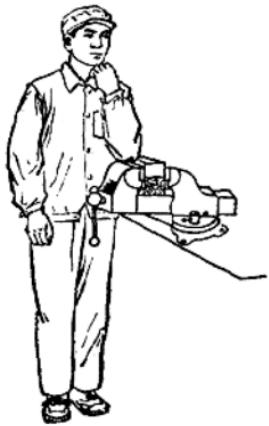

图 1-3 虎钳安装高度
1. 平口虎钳：用灰铸铁制成，其大小以虎钳口的宽度来区别，常用的有：75、100、125 和 150 毫米数种。为了延长虎钳的使用寿命，在钳口处装有可更换的钢制钳口。钳口用 T10 工具钢制成，刻有十字形刻纹，并经过淬火处理。这种虎钳张开时钳口是平行的，因而夹持工件可靠，水平方向可以旋转到必要的角度，工作便利，目前使用最广（如图 1-2）。虎钳安装后其顶面应与操作者肘部同高（如图 1-3）。